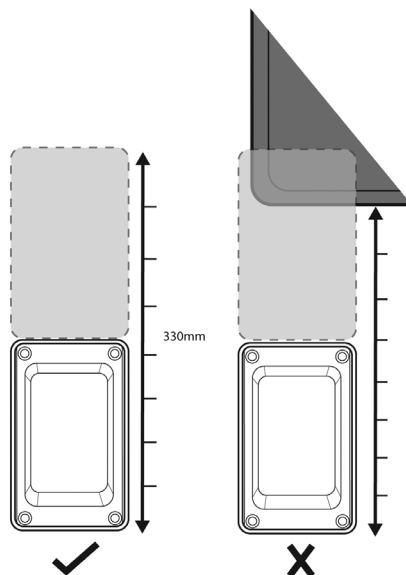

Figure 3
- (Figure 3) Vérifiez que vous disposez de suffisamment d'espace libre sur le mur pour l'installation ainsi que suffisamment de place pour le couvercle Easi-Slide Whale pour l'installation et l'ouverture.